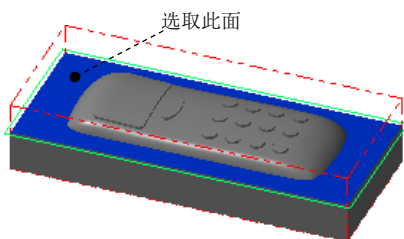
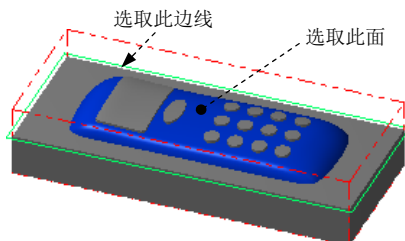

图 24.15 选取加工面
图 24.16 选取干涉面
Step1. 选择加工方法。选择下拉菜单 **刀具路径 (T)** → **曲面精加工 (F)** → **精加工浅平面加工 (S)...** 命令。
Step2. 设置加工区域。在图形区中选取图 24.15 所示的曲面，然后按 **Enter** 键，系统弹出“刀具路径的曲面选取”对话框。单击 **检测** 区域中的 **鼠标** 按钮，选取图 24.16 所示的面为干涉面，然后按 **Enter** 键。单击 **Containment boundary** 区域中的 **鼠标** 按钮，选取图 24.16 所示的边线为边界，单击“串连选项”对话框中的 **✓** 按钮。单击 **✓** 按钮完成加工区域的设置，此时系统弹出“曲面精加工浅平面”对话框。